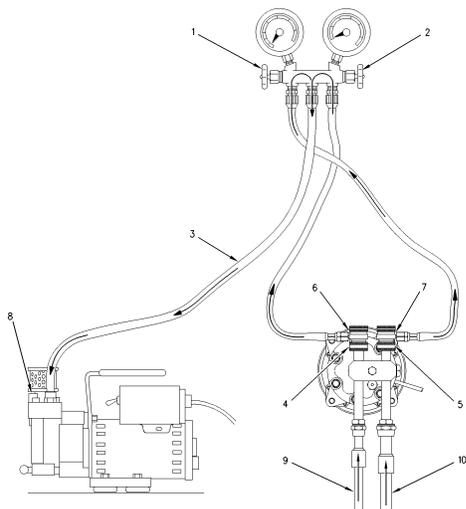

Рисунок 1
1. После удаления хладагента из системы убедитесь в том, что клапан низкого давления (1) и клапан высокого давления (2) закрыты. Отсоедините заправочный шланг (3) измерительно-распределительного коллектора от агрегата для обслуживания холодильной установки.
4. Подсоедините заправочный шланг (3) к впускному фитингу вакуумного насоса. См. рис. 1.
5. Полностью откройте клапан низкого давления (1) и клапан высокого давления (2) на измерительно-распределительном коллекторе. Клапаны открываются против часовой стрелки.
7. Чтобы открыть вентилируемый выпускной клапан (8), поверните его против часовой стрелки.